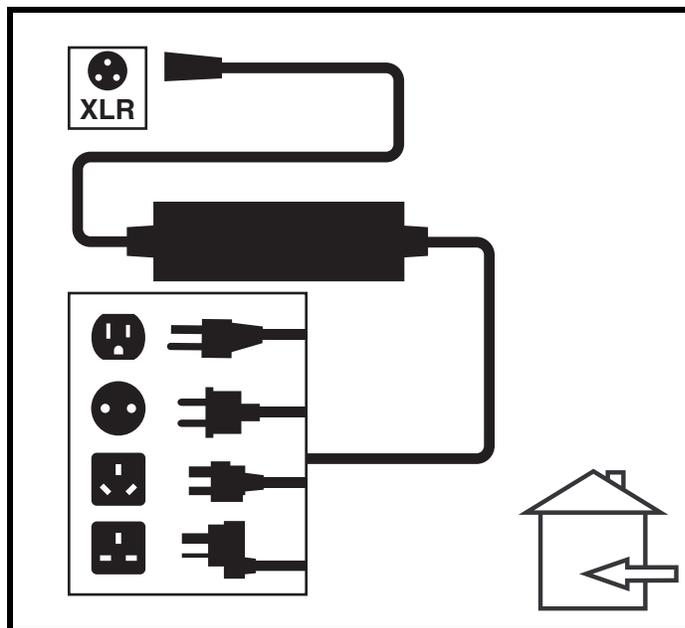

Figure 16. Recharge des batteries
1. Placez l'avant du fauteuil près d'une prise électrique ordinaire. **Voir la figure 16.**
3. Branchez le connecteur à 3-fiches du câble du chargeur externe dans le réceptacle de programmation/chargeur sur le contrôleur. **Voir la figure 16.**